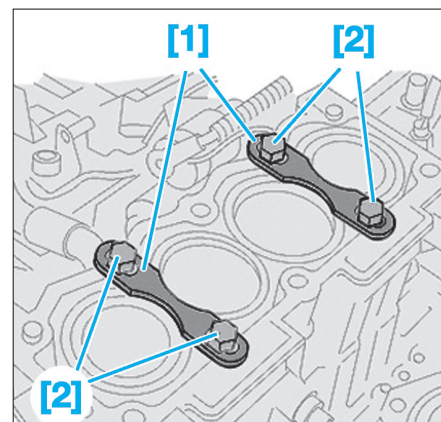

Fig. 43
- Monter les brides de maintien des chemises [1] avec les vis [2] (Fig.43).